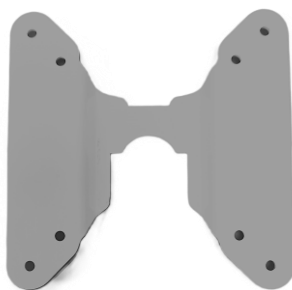

Figura 8 - Attacco VESA
3. **Agganciare il dispositivo al supporto.** Sulla parte inferiore del dispositivo è presente un raccordo (vedi Figura 8). Per fissare il dispositivo al supporto è necessario far scorrere il raccordo sul connettore VESA fino a quando si sente un “click”, che indicherà il corretto aggancio del dispositivo.